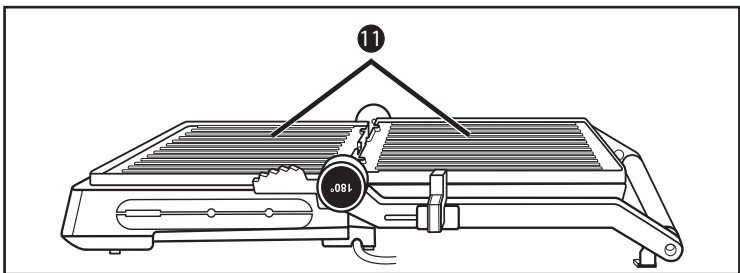

Abb. 2
- 3) Die Heizplatten **11** liegen nun nebeneinander und können als Tischgrill genutzt werden (Abb. 2).